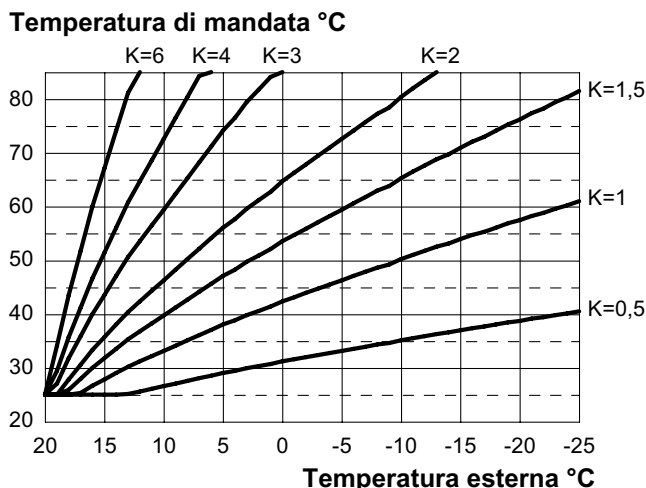

Figura 5.30
Se alla caldaia **È COLLEGATO** il comando remoto (opzionale) riferirsi alla Figura 5.30 .
Il coefficiente K è un parametro che innalza o abbassa la temperatura di mandata caldaia al variare della temperatura esterna. Quando si installa la sonda esterna bisogna impostare questo parametro in base al rendimento dell'impianto di riscaldamento per ottimizzare la temperatura di mandata (Figura 5.30).
Es. Per avere una temperatura di mandata all'impianto di riscaldamento di 60°C con una esterna di -5°C si deve settare un K di 1,5 (linea tratteggiata in Figura 5.30).
- Utilizzando i tasti 17 o 18 è possibile modificare il valore del parametro 15 da un minimo di **01** ad un massimo di **60** in base alla curva scelta del coefficiente K in Figura 5.30 (il valore letto sul display corrisponde a valori decimali di coefficienti K).